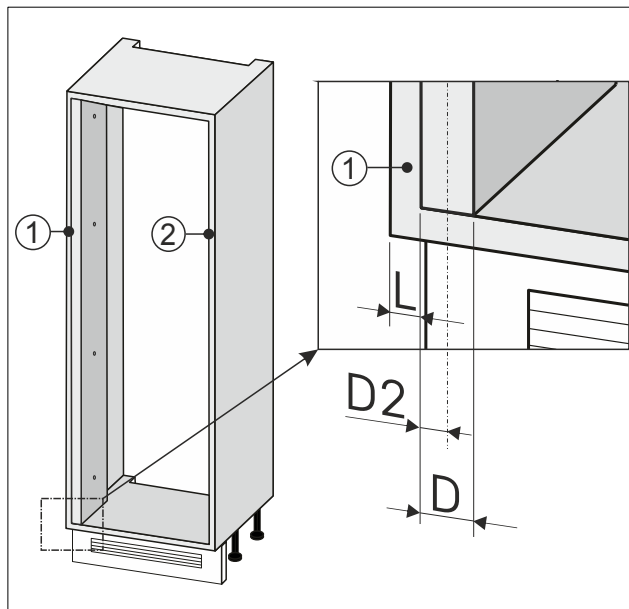

Fig. 94
- Halbe Breite Fig. 94 (D2) des Wandausgleichs notieren.